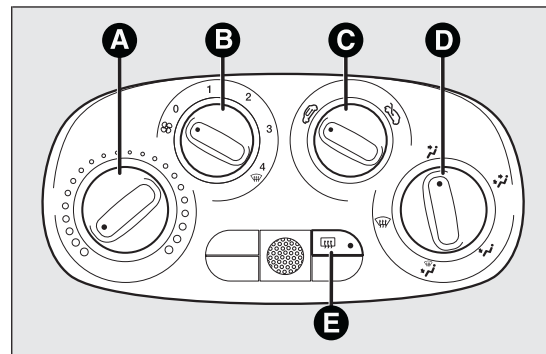

fig. 29
- A Selector de temperatura aire (rojo-caliente/azul-frío) fig. 29
- B Mando de velocidad del ventilador y activación/desactivación del climatizador fig. 29. Pulsando el selector se activa el climatizador; al mismo tiempo se enciende el LED en dicho mando; esta operación permite una refrigeración más rápida del habitáculo.
C Selector de recirculación de aire fig. 29
D Selector de distribución del aire fig. 29
E Botón de activación/desactivación luneta térmica fig. 29.